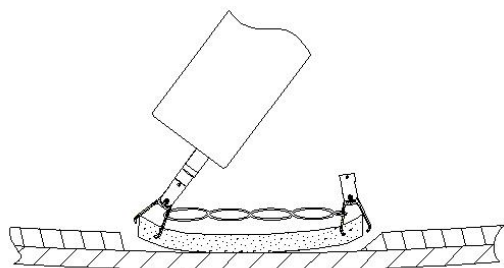
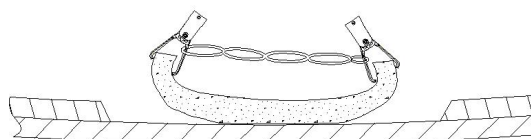

Fig 5
Fig.6
10. Når armen/kæben/projektionen af den endoskopiske klemme er gået i indgreb med/har traverseret gennem den distale løkke af den elastiske ring, kan den placeres korrekt til at gå i indgreb med væv for at give den ønskede trækraft/modtræk/triangulering. Når den endoskopiske klemme er i kontakt med det målrettede væv og forbundet med den primære klemmes elastiske ring, udfoldes den fra kateterenheden i henhold til trin 7 ovenfor (Fig.5 og Fig.6). Efterhånden som det målrettede væv skæres og frigøres fra sin position, hæver spændingen fra løkken, der forbinder de to klemmer, vævsflapperne for at blottlægge det underliggende væv og passende skærevinkler for at hjælpe med resektionsprocessen.